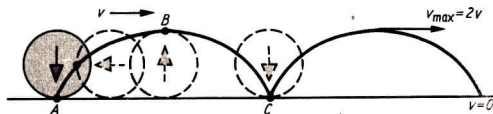

Bild 66
2.4 Die Kurve (Bild 66) wird als Zykloide bezeichnet. Die Geschwindigkeit wechselt periodisch zwischen  $v_{\min} = 0$  in den Punkten A und C und  $v_{\max}$  in Punkt B.